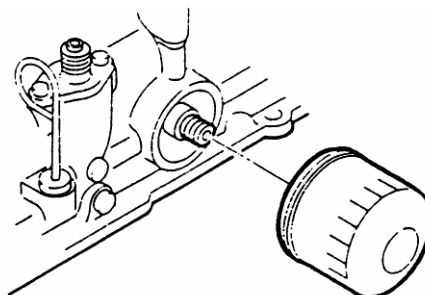

Fig. 7.1
(2) Changer le filtre à huile (Fig. 7.1):